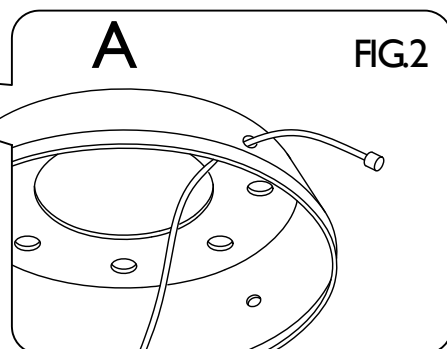

FIG.3
- 4) Effettuare i collegamenti elettrici connettendo i cavi di alimentazione al morsetto (B) e la messa a terra al faston dopo averli protetti con l'apposita guaina (C). (Fig. 3)
- 4) Effectuer les connexions électriques en connectant les cables d'alimentation à la borne (B) et le fil de la mise à terre au moyen du faston après les avoir protégés au moyen de la gaine spéciale (C). (Fig.3)
- 4) For electrical connections insert the feeder cables into the clamp (B) and the earthing, through the fastener, after protecting them with the proper sleeve (C).(Fig.3)
- 4) Die elektrischen Anschlüsse werden hergestellt, indem die Speisekabel und die Erdung durch Fastender, die zuerst durch den Kabelmantel (B) geschützt werden müssen, an die Klemme (C) angeschlossen werden. (Fig. 3)